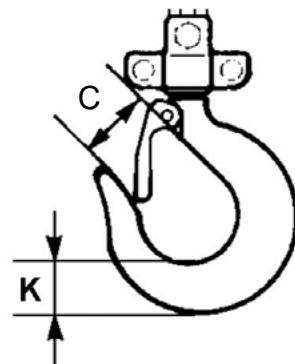

Fig. 4 Load hook
**Należy przeprowadzać pomiary haków i łańcucha w celu wykrycia ewentualnych zmian kształtu.** (zobacz Fig. 4 i tabela 1)
Inspekcja haka do mocowania ładunku (patrz rys. 4 i tabela 1) Wymiar C otwarcia haka jest ważny. Zbyt duży wymiar oznacza, że hak był narażony na przeciążenie lub przegrzanie. Nośność haka nie jest więc dostateczna. Haki mogą być również narażone na długoterminowe zużycie (wymiar K).